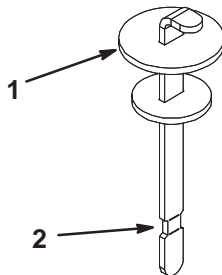

Bild 15
4. Entfernen Sie den Peilstab aus dem Einfüllstutzen und wischen ihn mit einem sauberen Lappen ab. Stecken Sie den Peilstab in den Einfüllstutzen und ziehen ihn dann heraus, um den Ölstand zu kontrollieren. Der Ölstand sollte bei der Marke am Peilstab liegen (Bild 15).